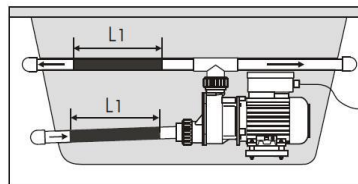

Fig. 2
2. Värmaren kan anslutas till pumpanläggningens intag- eller utlopp (fig. 2)